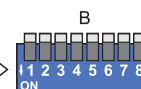

Fig. 5.1.8
2. Portare in posizione **ON** le levette **1** e **2**; utilizzare le levette da **3** a **8** per impostare l'indirizzo desiderato (da 0 a 63), seguendo le *Tavole di configurazione* (pag. 14). Nell'esempio di fig. 5.1.8, viene impostato l'indirizzo **14**.
2. Place levers **1** and **2** in the **ON** position; use levers **3** to **8** to set the desired address (from 0 to 63), on the basis of the *Configuration Tables* (page 14). In the example in Fig. 5.1.8, the address being set is **14**.